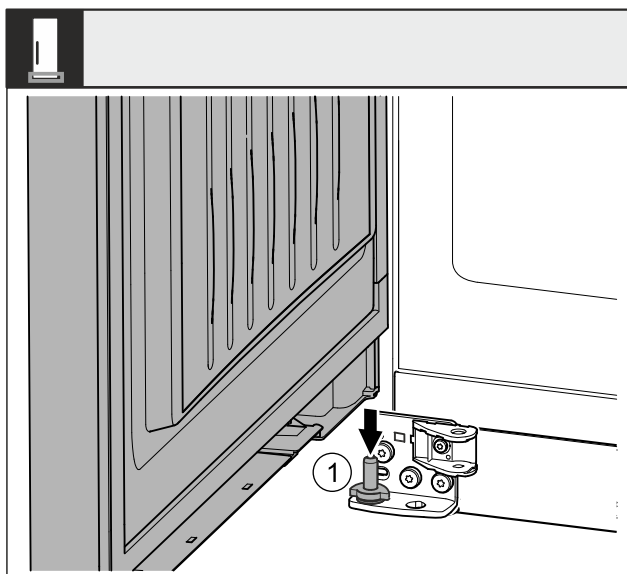

Fig. 43 *
- ▶ Założyć drzwi od góry na dolny trzpień zawiasu Fig. 43 (1).*